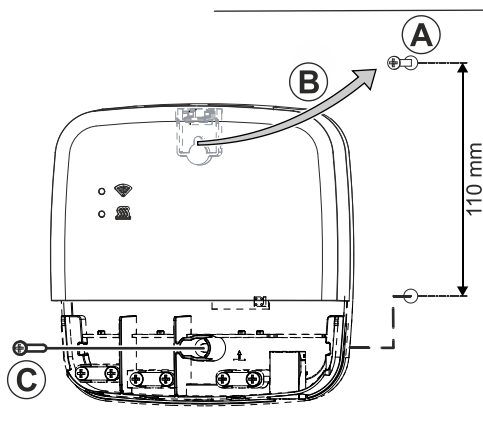

Abb. 3: Wandmontage
Montieren Sie die **heatapp! base** mit dem mitgelieferten Montagematerial am gewählten Montageort (Abb. 3, (A) - (C)).